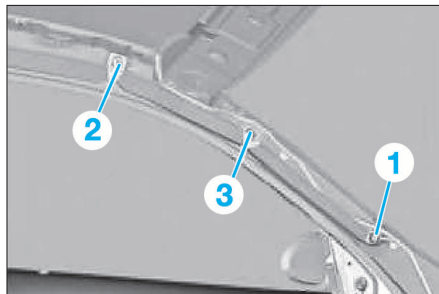

FIG. 15
- Défaire la vis (1) de la ferrure (Fig.15).